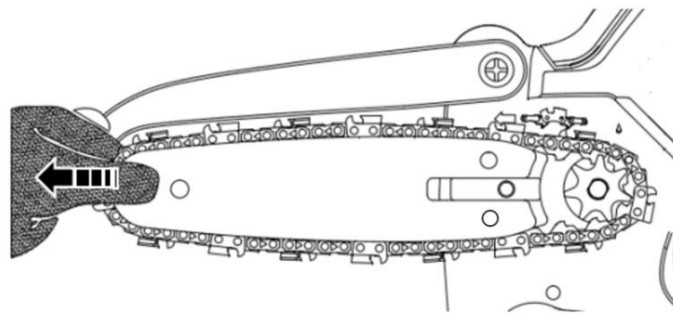

Fig. 7
- Tourner l'écrou papillon (4) de deux tours dans le sens inverse des aiguilles d'une montre.
- Déplacez le guide-chaîne vers la gauche ou la droite jusqu'à ce que les maillons d'entraînement soient à moitié insérés dans la rainure sous le guide-chaîne. Voir la Fig. 7.